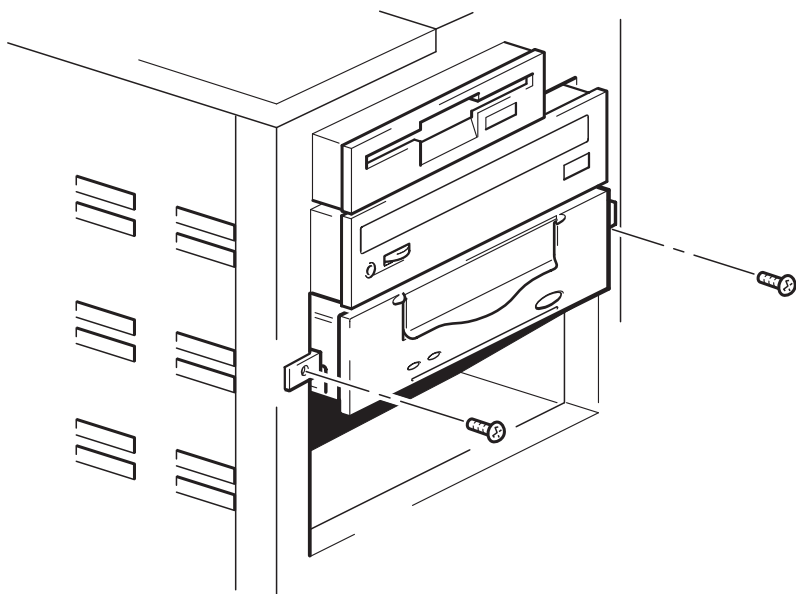

Figura 9a: fissaggio dell'unità agli accessori di montaggio
- 1 Posizionare correttamente l'unità a nastro. Utilizzando le viti tolte nella "Fase 3: preparazione del vano di montaggio" a pagina 15 fissare l'unità a nastro, come illustrato nella figura 9a.